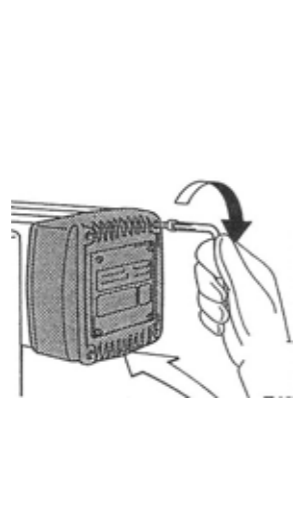

fig.106
- 10. Rimontare il coperchio del riduttore e serrare le quattro viti tenendo fermo il dado. Rimuovere dal paranco qualsiasi utensile utilizzato per la regolazione. (fig.106)